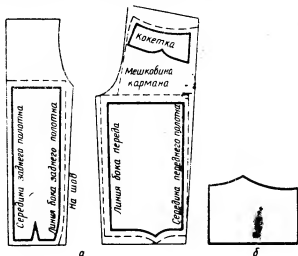

Рис. 242. Подготовка выкройки юбки прямого покроя на кокетке к раскрою:
**Подготовка выкройки к раскрою.** Выкройку юбки разрезают по нанесенным линиям фасона и разрезанные части раскладывают на спорках ткани. Раскладку выкройки на спорках производят соответственно обозначениям на каждой части выкройки. Пример раскладки выкройки на спорках брюк показан на рис. 242, а.
Мешковину и кокетку кроить надо вместе. Под мысик подкраивают ткань вместе с мешковиной (рис. 242, б).